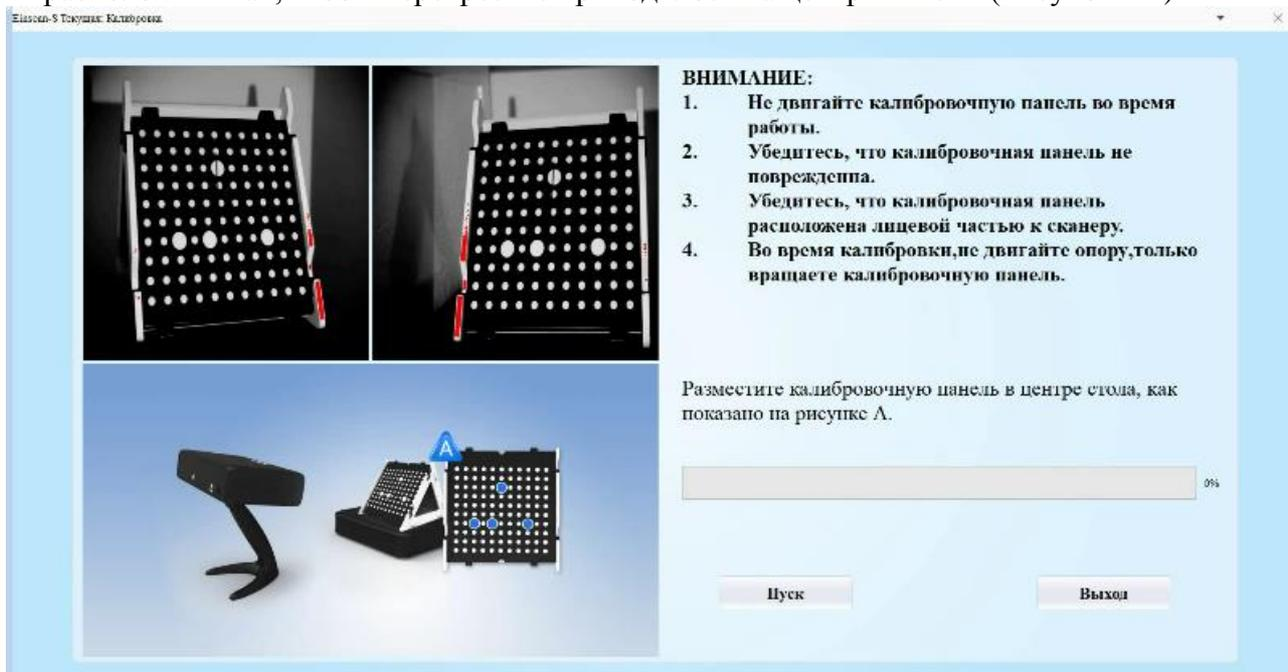
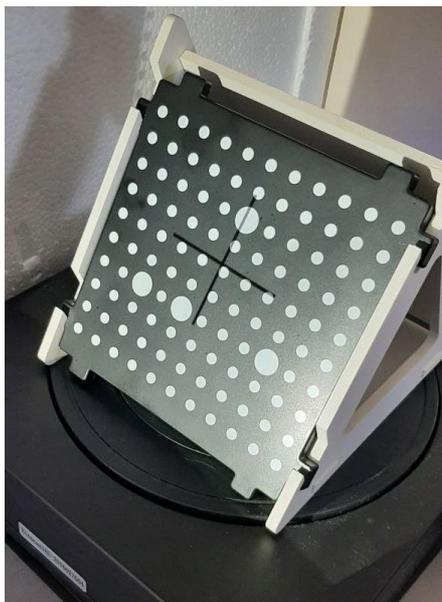

Рисунок 4.3
Рисунок 4.4
2. Провести калибровку сканера с помощью мишени на поворотном столе, выполняя инструкции программного обеспечения на экране монитора (Рисунок 4.3). Мишень расположить так, чтобы перекрестие приходилось на центр мишени (Рисунок 4.4).